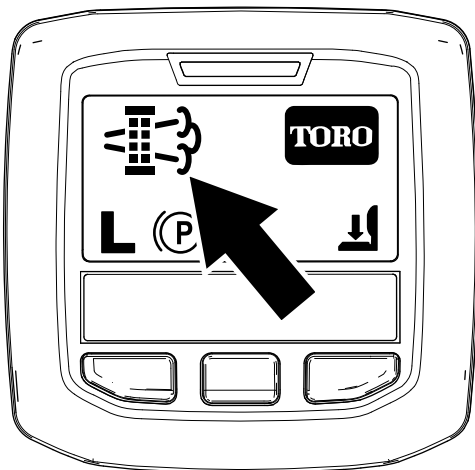

Bild 74
- Wenn der Motorcomputer eine geparkte Regenerierung oder eine Wiederherstellung-Regenerierung anfordert, wird das Symbol für die Anforderung einer Regenerierung (Bild 74) im InfoCenter angezeigt.